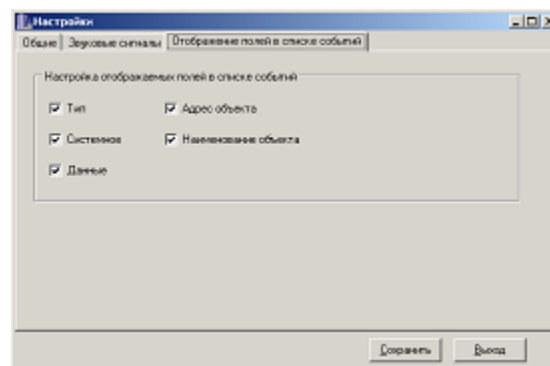

Рисунок 56
3.13.4 При входе в закладку «Отображение полей в списке событий» (рисунок 56) программа позволяет убрать ряд полей окна выдачи информационных сообщений.